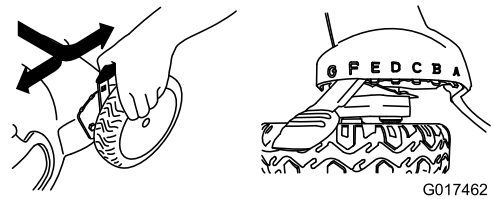

Figure 12
**Remarque:** Pour élever le tablier de coupe, déplacez les 4 leviers de hauteur de coupe en avant; pour abaisser le tablier, ramenez tous les leviers en arrière (Figure 12).